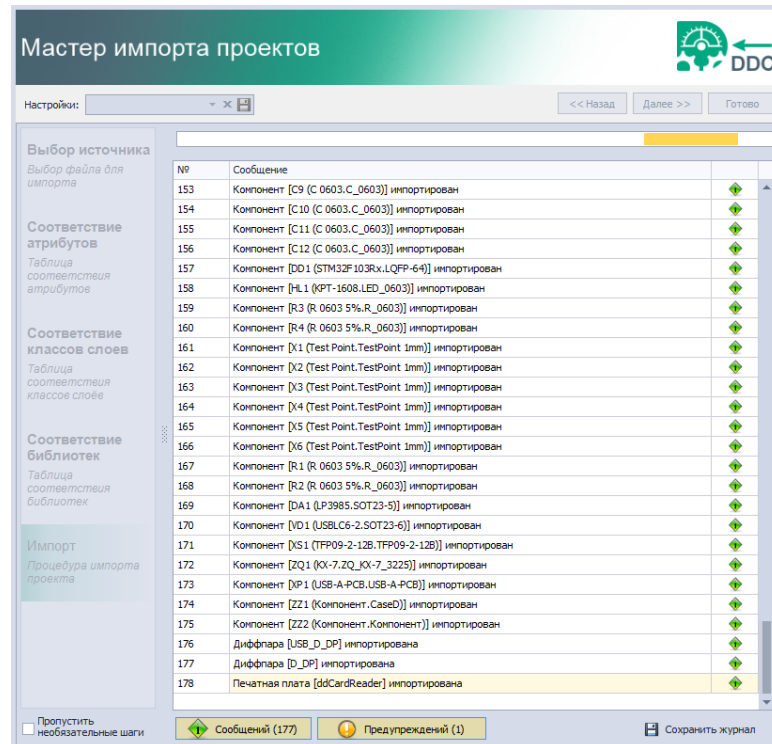

Рис. 70 Ожидание завершения процедуры импорта
13. Дождитесь завершения процедуры импорта проекта, Рис. 70.